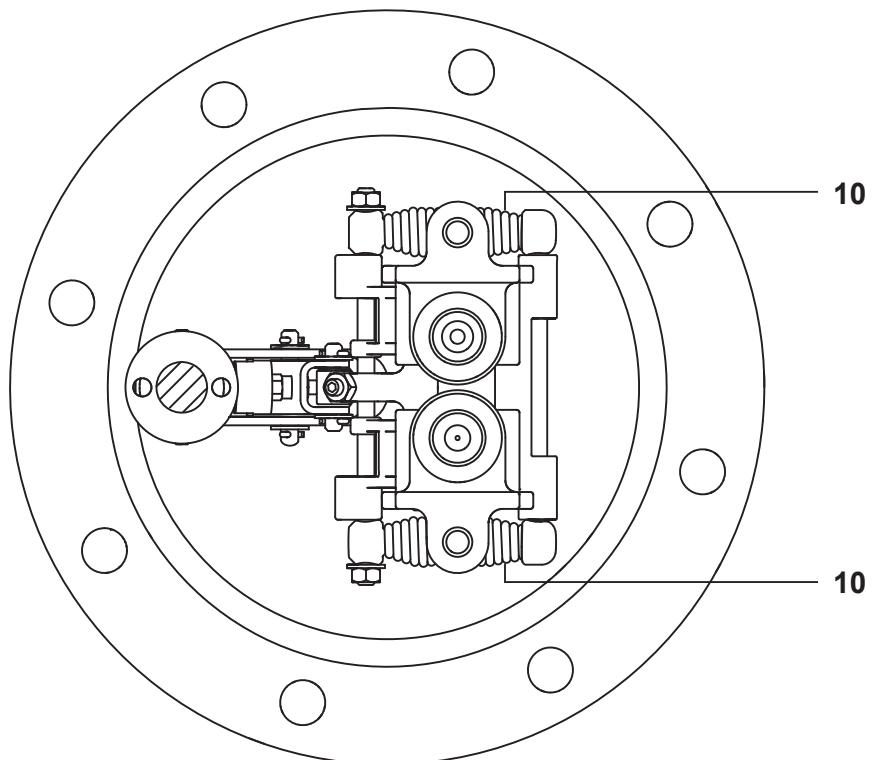

図9
3. スプリング(図9の10)を目視点検します。破損している場合には、ナットおよびワッシャーを外し、スプリング・アセンブリーをシャフトから取り外します。新しいスプリング・アセンブリー（5-eスプリングの設置を参照）に交換し、シャフトの溝にロクタイト620（接着剤）をつけて、新しいナットおよびワッシャーで取り付けます。